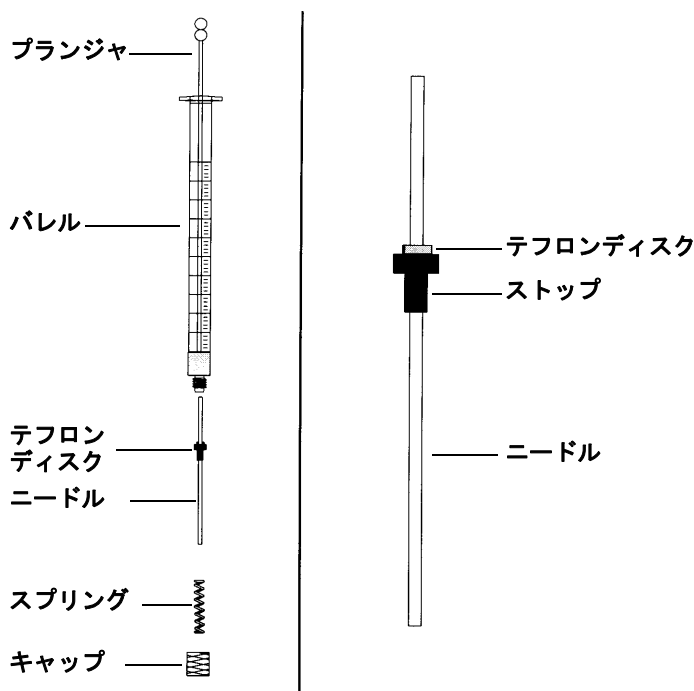

図 104 シリンジの部品
ニードルをシリンジバレルに挿入するには (図 104) :
- 2 ニードルにテフロンディスク (図 104) があることを確認します。シリンジバレルにテフロンディスクがない場合は、シリンジボックス内の説明書に従って、ニードルを自分でラップします。